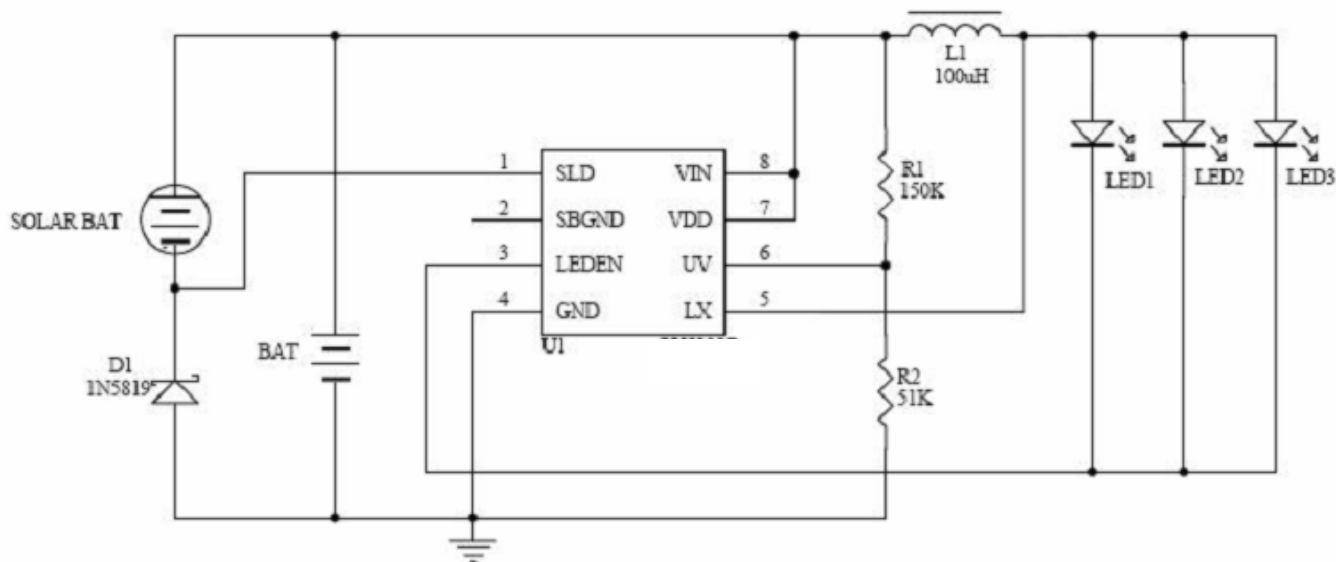
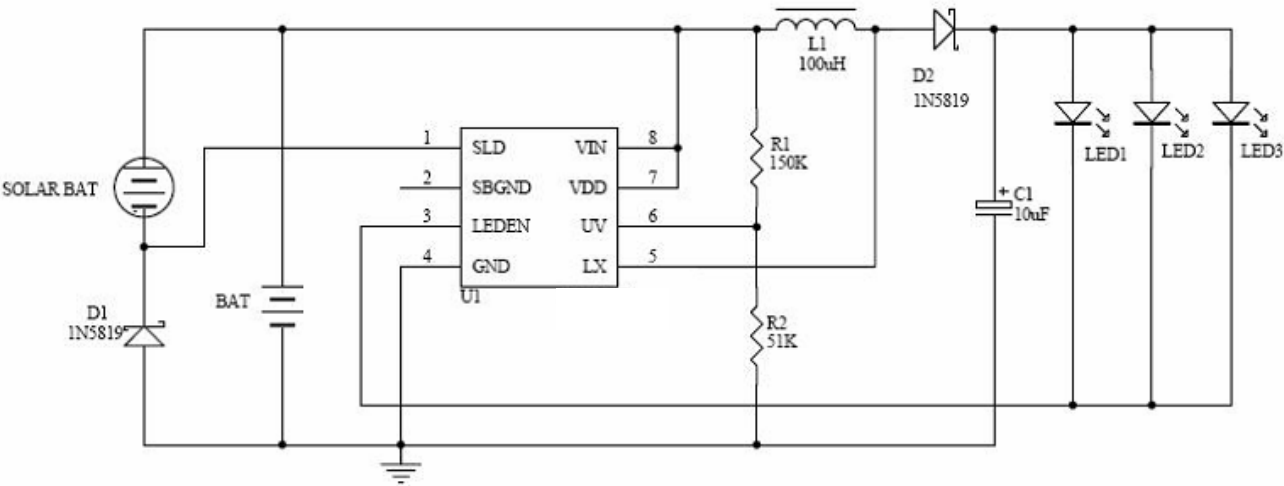
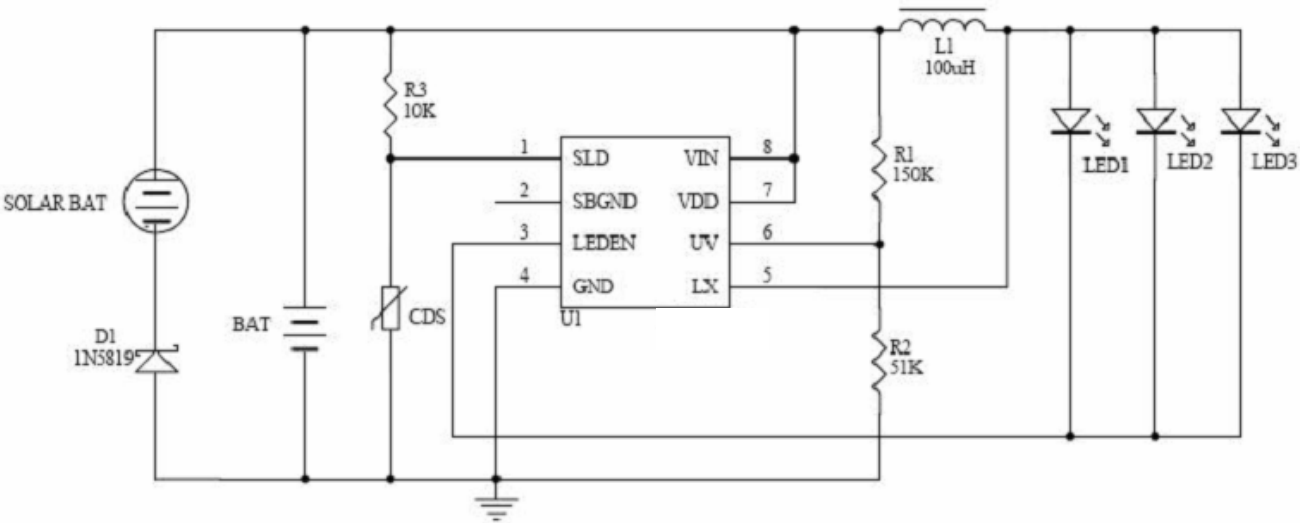
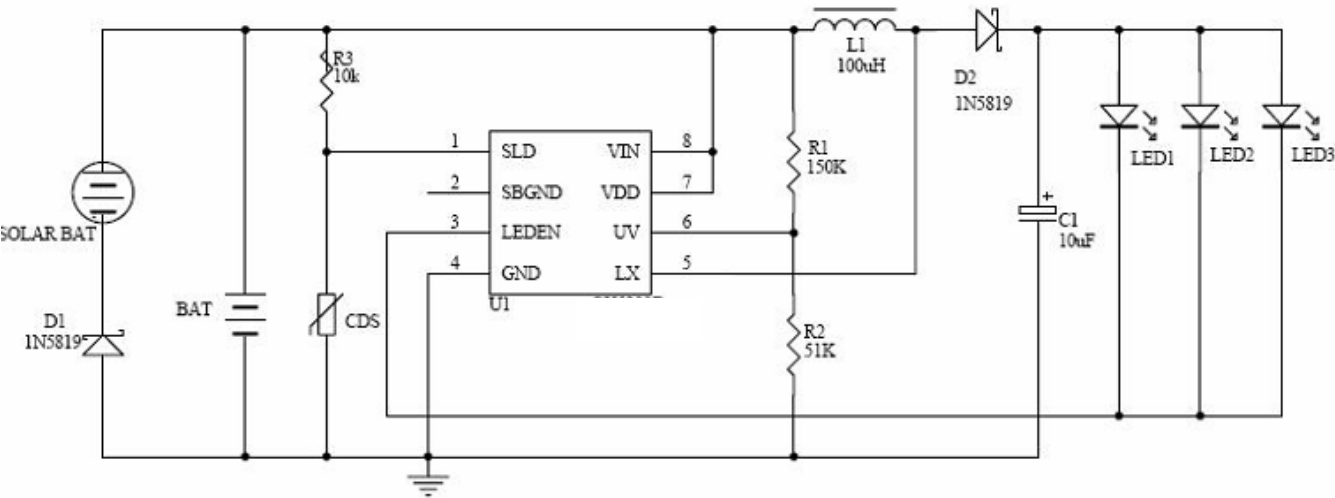

图 1
图 2
图 3
图 4
利用太阳能板作外部光敏器件的应用电路，如图 1 和图 2 所示，该电路利用太阳能板作光开关的光敏器件，节约了元器件成本。
利用光敏电阻作外部光敏器件的应用电路，如图 3 和图 4 所示，该电路利用光敏电阻作光开关的光敏器件，可兼容常用的光开关控制电路。
1)利用太阳能板作光开关的光敏器件：电路图如图 1 所示，该电路利用太阳能板作光开关的光敏器件，节约了元器件成本。
2)利用太阳能板作光开关的光敏器件，增加肖特基二极管：电路图如图 2 所示，该电路增加肖特基二极管和滤波电容，使输出电压和输出电流较稳定，通常用于驱动七彩灯等输出电压和输出电流稳定的场所。
3) 利用光敏电阻作光开关的光敏器件：电路图如图 3 所示。根据各供应商的光敏电阻的特性不同(主要决定与其暗阻和亮阻的值)，其灵敏度也会不同，客户可以自行根据需要选择合适的光敏电阻。
4) 利用光敏电阻作光开关的光敏器件，增加肖特基二极管：电路图如图 4 所示。。
其中，图 5 是不增加肖特基二极管，如图 1. 图 3 的特性和测试数据。该特性和测试数据表明，电池电压高时(傍晚刚开始点亮 LED 时)，亮度较高，电池电压低时(后半夜时)，亮度较低，较省电，LED 点亮时间长。 这种工作方式更适合人们的使用习惯。